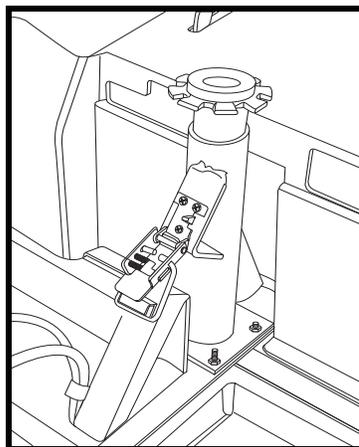

Figura 15A. Pestillo (abierto)
5. Asegure el pestillo pasador. **Ver figura 15A.**